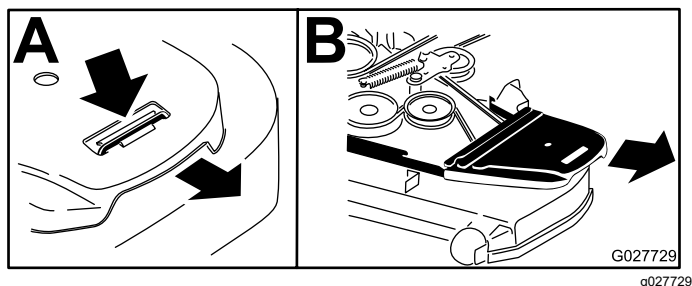

Figure 77
4. Déposez les protège-courroies (Figure 77).